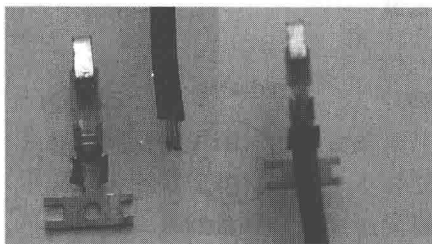

图 1-23 压线钳使用方法 1
① 将压线片剪下备用，将导线进行剥线处理，裸线长度约为 1.5mm，与压线片的压线部位大致相等。如图 1-23 所示。